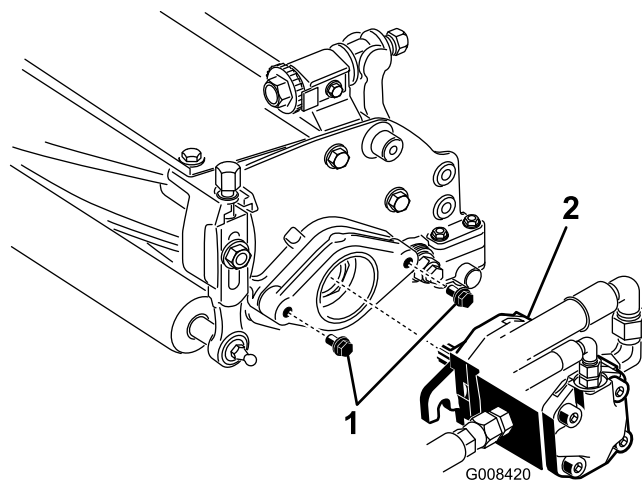

Рисунок 11
7. Убедитесь в том, что резьба каждого винта крепления двигателя барабана выступает примерно на 13 мм (Рисунок 11).
8. Нанесите на шлицевый вал двигателя чистую консистентную смазку и установите двигатель, повернув его по часовой стрелке так, чтобы лапы двигателя были отодвинуты от шпильек. Поверните двигатель против часовой стрелки так, чтобы его лапы сели на шпильки (Рисунок 11).
9. Затяните крепежные болты (Рисунок 11).